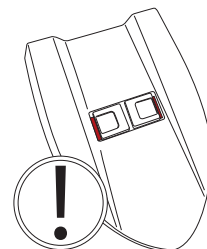

Fig.20
- Ejercer una presión en la tapa hasta notar que se enganchan los dos cierres deslizantes en el depósito de agua sucia, los dos cierres deberán deslizarse hacia el exterior del depósito (Fig.20).
La tapa está instalada correctamente cuando **NO** se ve el fondo **ROJO** en los dos alojamientos de los dos cierres (Fig. 20).